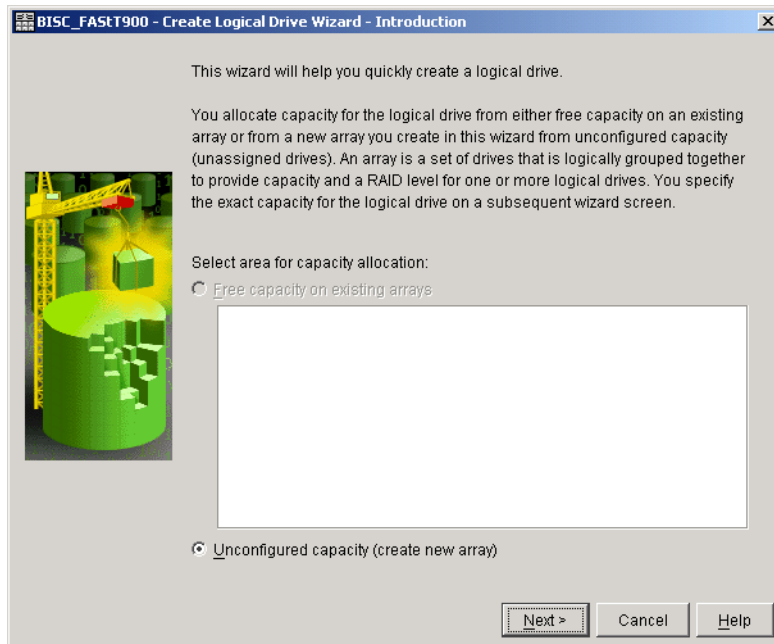

図 7-49 新規アレイの作成
5. 図 7-49 のようなウィンドウが表示されます。「**Unconfigured capacity**」を選択して、新しいアレイを作成します。デフォルトを受け入れ、「**Next**」をクリックします。